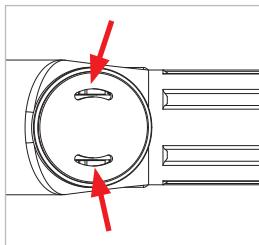

Figure 17
- ▶ Enlevez le capuchon avec logo (n° 3) manuellement et vaporisez le lubrifiant avec le petit tube une ou deux fois à gauche et à droite dans les ouvertures (*Figure 17*). Ensuite remontez le capuchon avec logo (n° 3). Il doit émettre un clic à l'enclenchement !